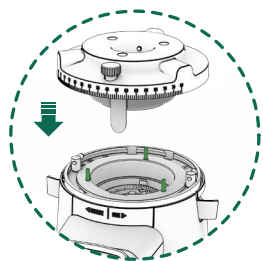

Fig. 14
12.3.10. Al volver a montar el regulador de molienda, encerrar la cortina de silicona con los tres pernos de la cámara de molienda (Fig. 14).